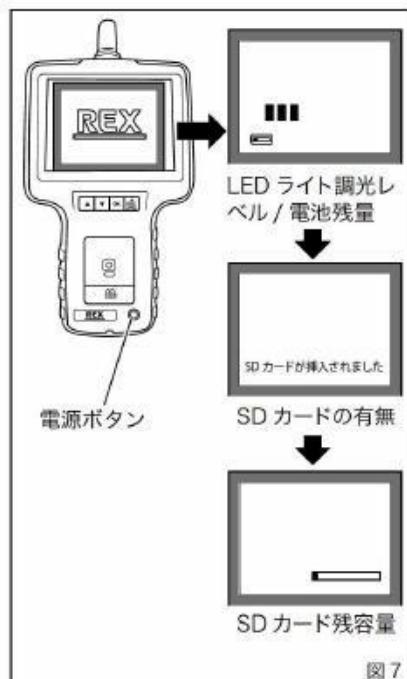

図7
①オン：電源ボタンを3～5秒程押し続けると、本体の電源がオンになります。モニタに「REXマーク」が表示されます。最初の5秒程度の間に「LEDライト調光レベル」、「電池の残量」、「SDカードの有無」、「SDカードの残容量」が表示されます。(図7)
SDカードの使用量は左から増えていきます。(図7)